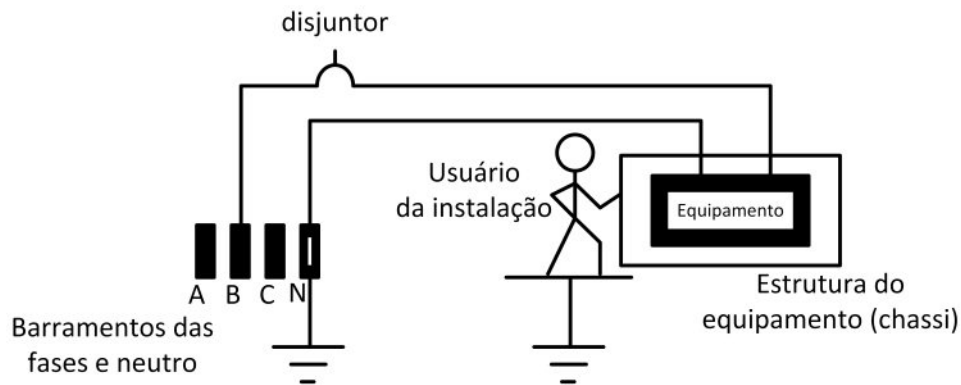

Figura 1
A Figura 1 mostra um equipamento elétrico localizado em uma posição distante de qualquer estrutura e em um local seco (situação menos restritiva) que é manuseado por um operador. A alimentação desse equipamento se dá por um circuito monofásico com tensão de alimentação padrão da concessionária local de 220V/380V.
a) redesenhar o circuito da Figura 1 para cada um dos esquemas de aterramento listados abaixo, completando as suas respectivas ligações: